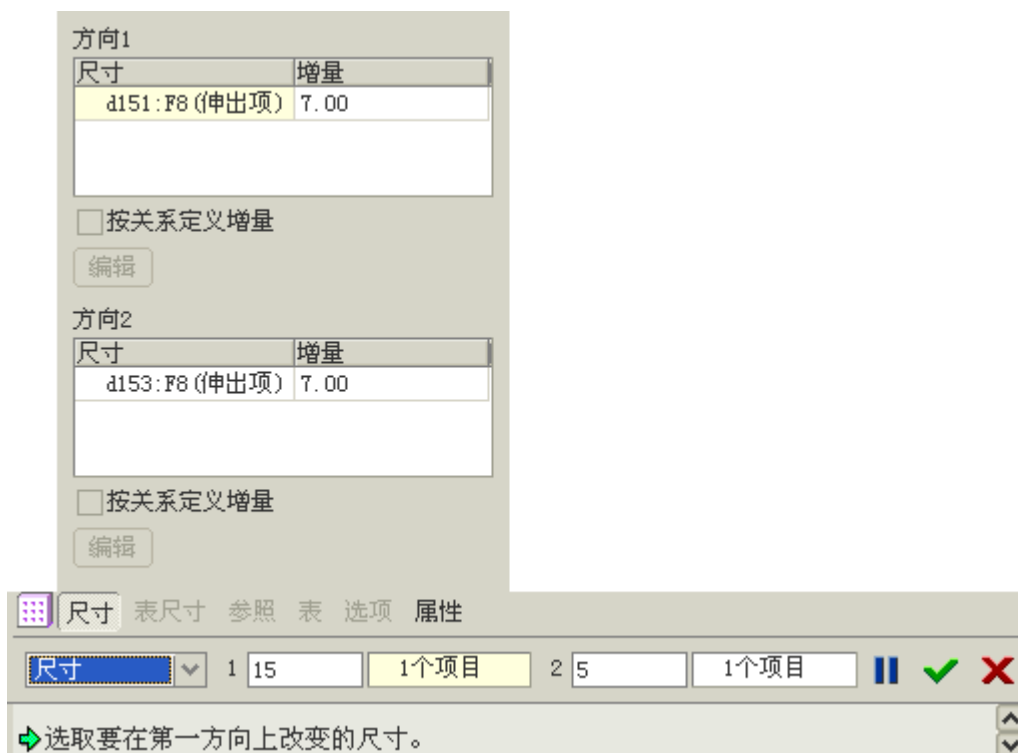

图 37-13
- (4) 设定第 1 方向的阵列个数为 15，第 2 方向的阵列个数为 5，各项设置如图 37-13 所示。